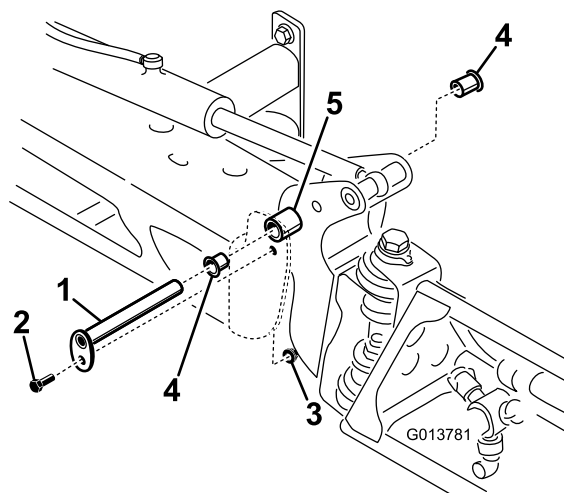

Figure 98
3. Lorsque le poids de la rampe est supporté, retirez le boulon et l'écrou de fixation de l'axe de pivotement à l'ensemble rampe (Figure 98).
4. Retirez l'axe de pivot (Figure 98).
6. Déposez et examinez les bagues en nylon à l'avant et à l'arrière du support de pivot (Figure 98).
8. Montez l'ensemble rampe et support de pivot dans le bâti central en alignant les ouvertures (Figure 98).